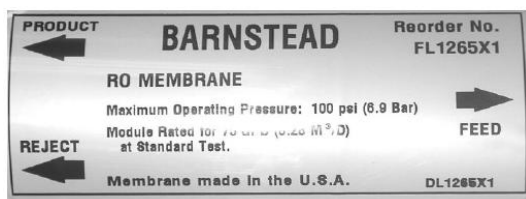
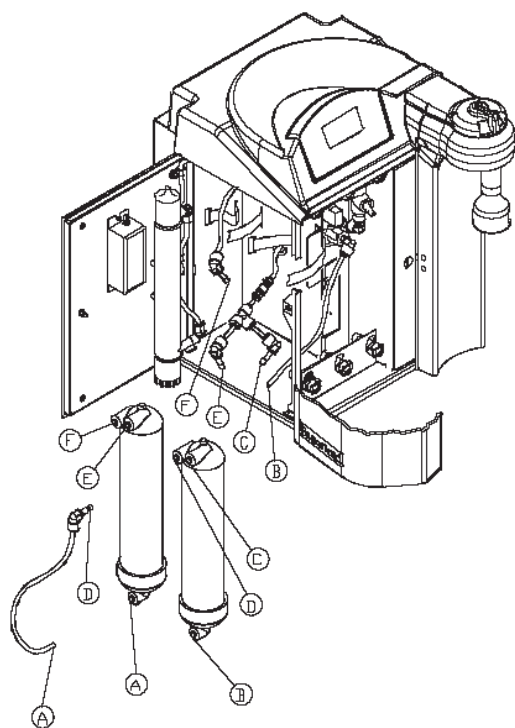

図8：RO膜ハウジングのラベル
図9：24 L/H RO膜の取り付け
1. 梱包からRO膜を取出します。次に、RO膜の Feed（供給水用）、Product（精製水用）および Reject（排水用）の接続口を確認します。RO膜を Feed（供給水用）が下になるように垂直の正しい位置にセットします。図8を参照願います。
1. 梱包からRO膜を取出します。次に、RO膜の Feed (供給水用)、Product (精製水用) および Reject (排水用) の接続口を確認します。図9を参照願います。RO膜を Feed (供給水用) が下になるように垂直の正しい位置にセットします。図8を参照願います。
5. チューブ末端を水で濡らしてから、チューブをメンブレン・コネクタに確実に挿入して、Feed 2 (A) 接続を行います。図9を参照願います。ベルクロ®・ストラップを使用して、RO膜をブラケットに対して最も左の位置に確実に固定します。図9を参照願います。
6. チューブ末端を水で濡らしてから、チューブをメンブレン・コネクタに確実に挿入して、Feed 1 (B) 接続を行います。ベルクロ®・ストラップを使用して、RO膜をブラケットに対して最も右の位置に確実に固定します。図9を参照願います。
7. チューブ末端を水で濡らしてから、チューブをメンブレン・コネクタに確実に挿入して、Product(C)およびほとんどの膜で右に位置する Reject 1 (D)の接続を行います。図9を参照願います。
8. チューブ末端を水で濡らしてから、チューブをメンブレン・コネクターに確実に挿入して、Product(E)およびほとんどの膜で左に位置する Reject 2 (F)の接続を行います。図9を参照願います。